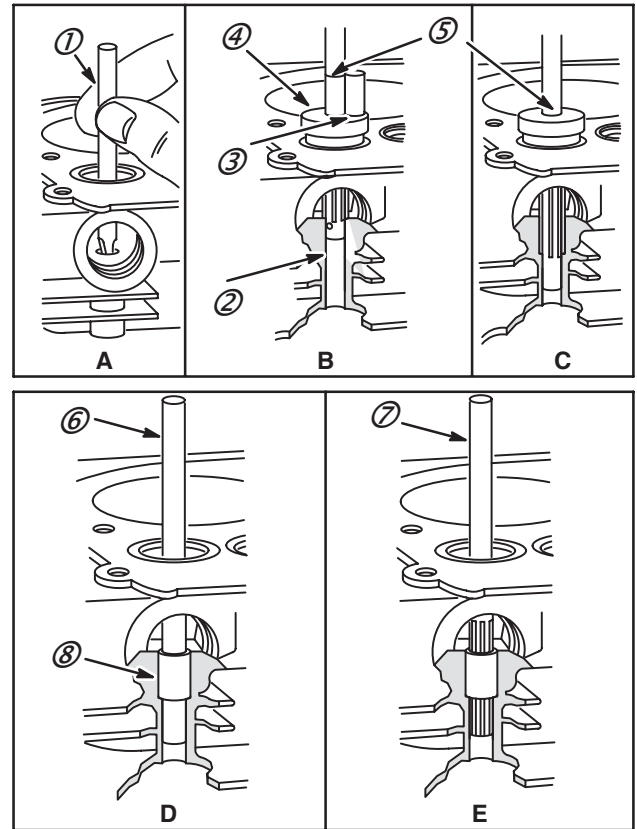

Fig. 10
Si la partie plate du tampon de contrôle Réf. : 19122 (1), peut être introduite dans le guide de 7,92 mm, Fig. 10, Illus. A, le guide est usé et doit être remplacé.
1. Placer le pilote de l'alésoir Réf. : 19064 (2) dans le guide de soupape.
2. Glisser le guide d'alésoir Réf. : 19191 (4), sur l'alésoir Réf. : 19064 jusqu'au contact avec le siège.
3. Glisser un guide de remplacement Réf. : 63709 (3) sur l'alésoir et faire une marque 1,6 mm au-dessus du guide (5), Fig. 10, Illus. B.
5. Après l'alésage du guide, continuer de tourner dans le même sens que pour l'alésage en tirant sur l'alésoir pour l'extraire, Fig. 10, Illus. C.
7. Presser la bague (8) à ras avec un pose-guide Réf. : 19065 ou 19274 ou 19367 (6), Fig. 10, Illus. D.
8. Finir avec l'alésoir de finition (7) Réf. : 19066 jusqu'à la chambre des soupapes. Lubrifier au pétrole ou équivalent, Fig. 10, Illus. E.